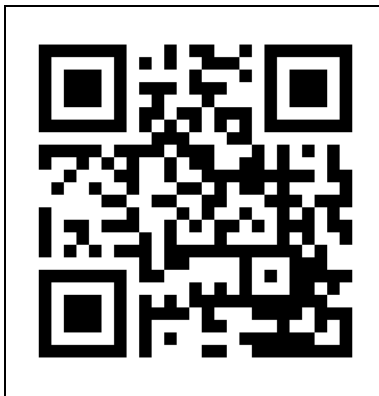

Figure 16
1. Ouvrez le manuel de l'application Eurom Smart avec le code QR (figure 16) ou allez sur www.eurom.nl/nl/manuals.
2. Retirez la fiche d'alimentation de la prise de courant (figure 16).